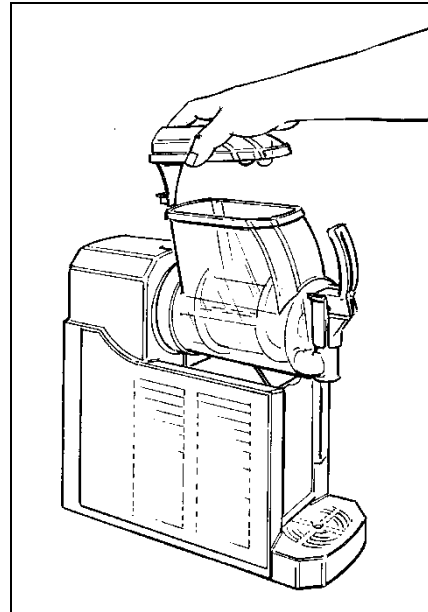

Fig. 1
Installer l'appareil sur une surface horizontale et solide de manière à ce que la carrosserie de l'appareil soit bien ventilée (au moins 20 cm d'espace libre, fig.1), installer l'appareil dans un environnement sec et éviter de l'installer près d'une source de chaleur. **L**a température ambiante d'utilisation de la machine doit être comprise entre 24°C et 30°C.
- **R**etirer le couvercle comme indiqué en figure 1.